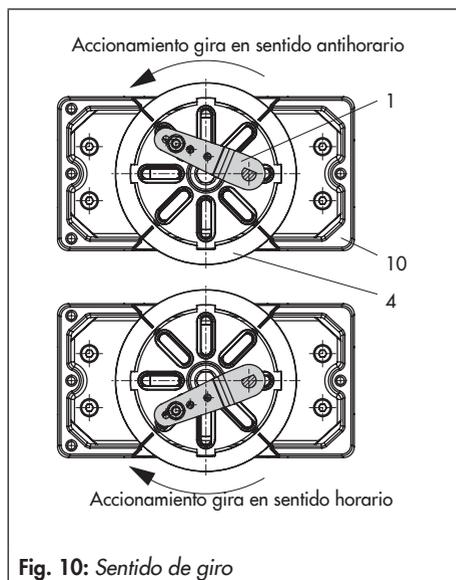

Fig. 10: Sentido de giro
- Colocar el posicionador en la caja adaptadora (10) y fijarlo. Teniendo en cuenta el sentido de giro del accionamiento, alinear la palanca (1) para que quede en la ranura de la rueda de accionamiento con su pin (fig. 10).